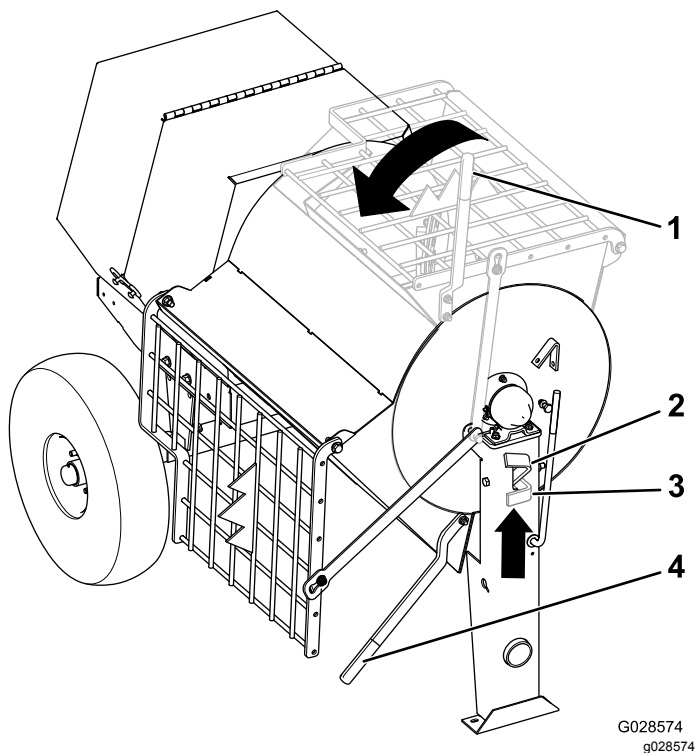

Figura 28
2. Sujete la palanca de volteo con la mano izquierda (Figura 28).
3. Levante la manija del pestillo del tambor (Figura 28).
4. Con ambas manos en la palanca de volteo, gírela en sentido antihorario para descargar el contenido del tambor (Figura 28).
5. Gire la palanca de volteo en sentido **horario** hasta que el pestillo del tambor bloquee el tambor en la posición vertical (Figura 28).